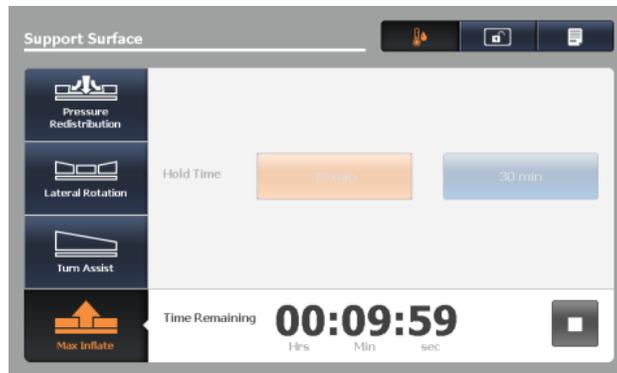

Figure 63 – Temps restant pour le gonflage maximum
- Quand le gonflage est terminé, la fenêtre de la durée **Max Inflate** (Gonflage maximum) s'affiche et les sélections sont grisées (Figure 63). Le minuteur effectue un décompte jusqu'à zéro.